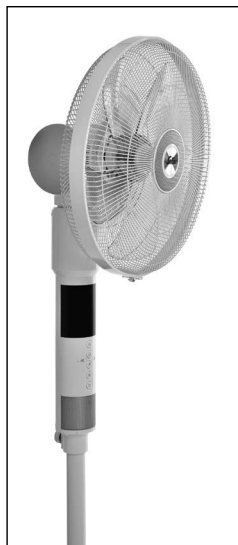

Abb. 13
10. Wenn der Ventilator korrekt zusammengebaut ist, können Sie das Gerät in Betrieb nehmen. (Abb. 13)